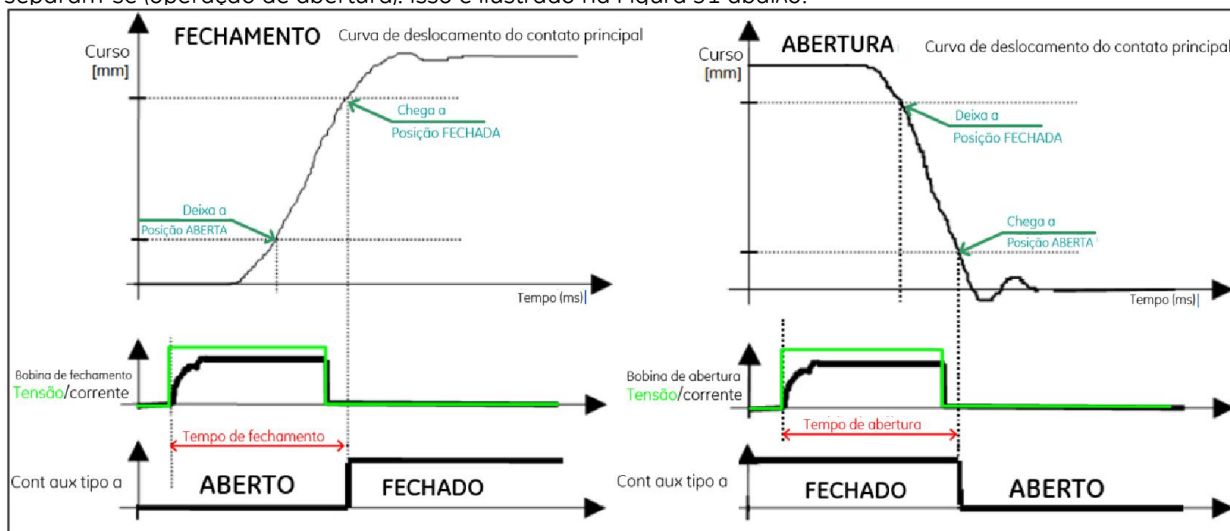

Figura 31 : definição dos tempos de operação
O tempo de operação de um determinado polo do disjuntor é definido como a quantidade de tempo entre o momento em que a bobina de fechamento ou abertura está sendo energizada (impulso ascendente) e o momento em que os contatos principais do polo tocam-se mecanicamente (operação de fechamento) ou separam-se (operação de abertura). Isso é ilustrado na Figura 31 abaixo:
- t_{OP_rated} é o tempo nominal de operação do pólo (configuração do software através da web IHM como mostrado na Figura 31 abaixo, ajustada no comissionamento do RPH3)